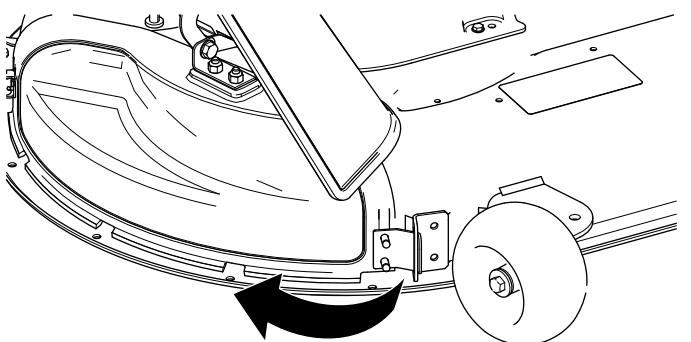

Figura 14
- Fate ruotare il coperchio dello scarico verso il piatto di taglio, in modo tale che si allinei con il piatto stesso (Figura 14).